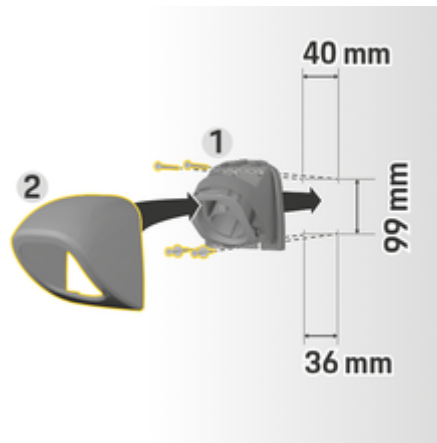

Abb. 8: Bohrmaße
1. Steckerhalterung **1** (Abb. 8) aus der Abdeckung **2** (Abb. 8) nehmen.
4. Steckerhalterung **1** (Abb. 8) an die Wand schrauben.
5. Abdeckung **2** (Abb. 8) von unten auf die Steckerhalterung **1** (Abb. 8) aufsetzen und nach oben drücken.